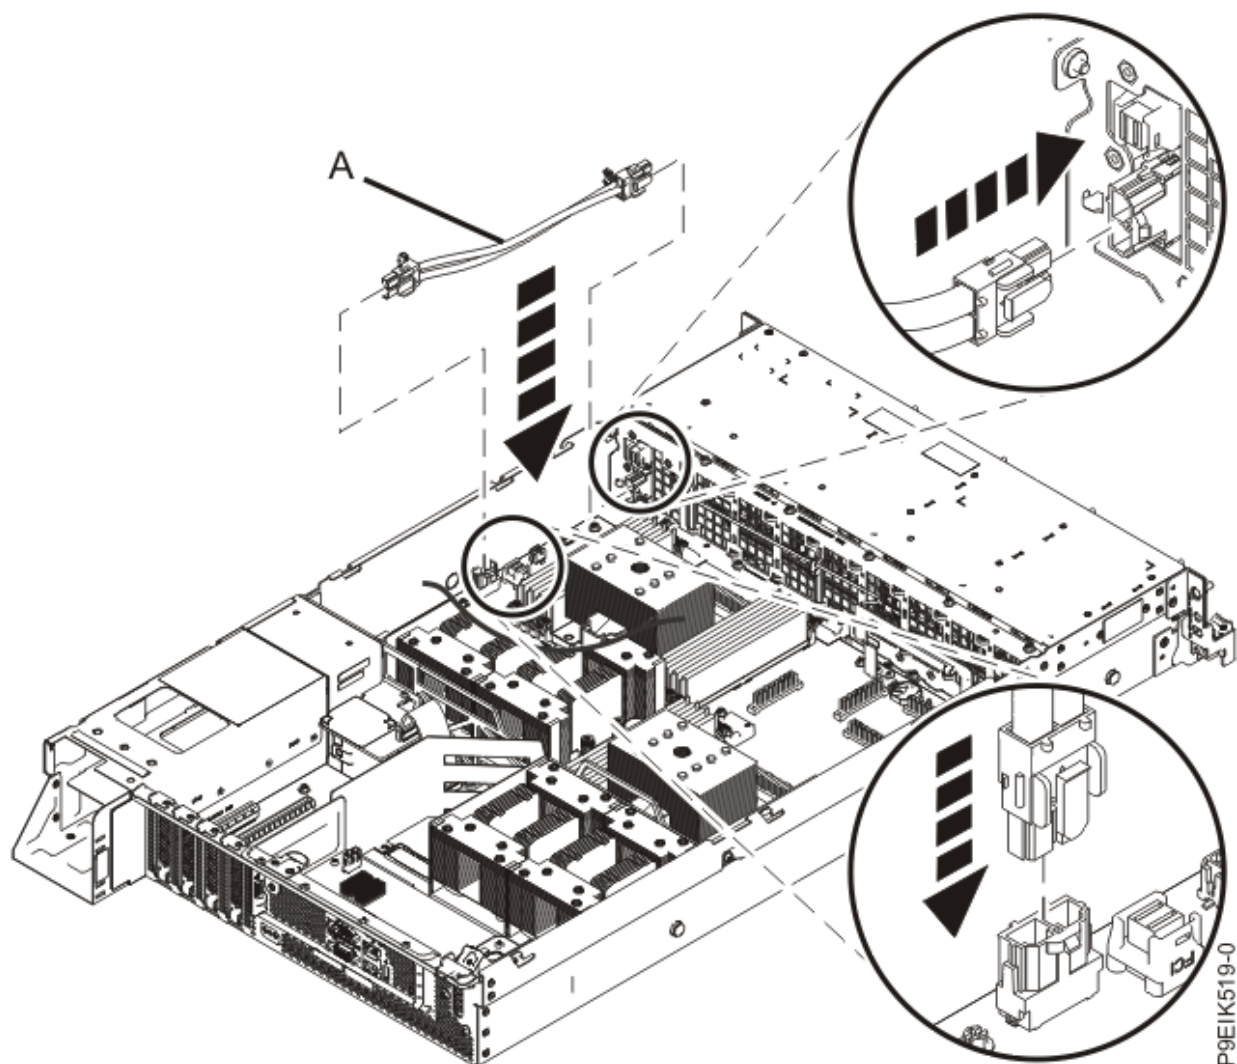

Figura 23. Instalación del cable de alimentación del ventilador
2. Dirija el extremo del conector del cable de alimentación del ventilador (**A**) a través de la abertura y conéctelo a la tarjeta de expansión de alimentación como se muestra en la Figura 23 en la página 32.
3. Conecte el otro extremo del cable de alimentación del ventilador a la tarjeta de la unidad de disco y del ventilador como se muestra en la Figura 23 en la página 32.